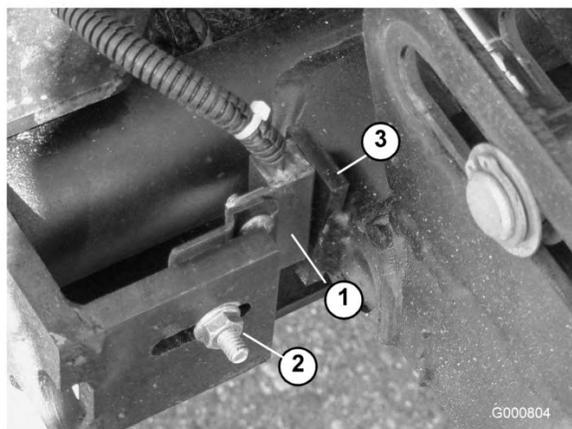

Figura 89
- Allentate il dado del bullone a testa tonda che fissa la staffa portainterruttore del braccio di sollevamento al braccio di sollevamento n. 4, 6 o 7 (Figura 89). N. 4 illustrato.